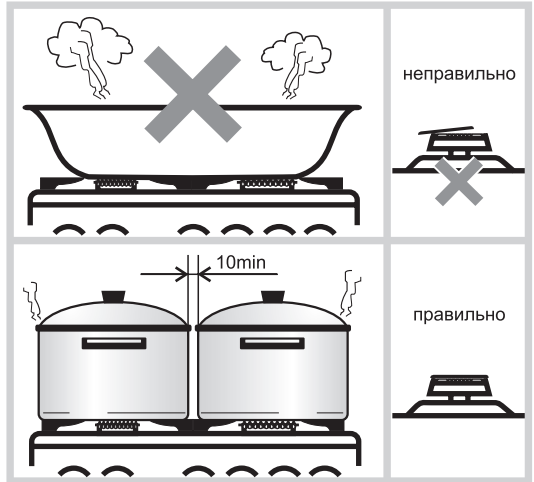

Рис.16
- Размеры посуды (см. таблицу 5 и рис.16) и режим работы горелок нужно выбирать таким образом, чтобы пламя не выходило за края и не «лизало» боковые стенки.